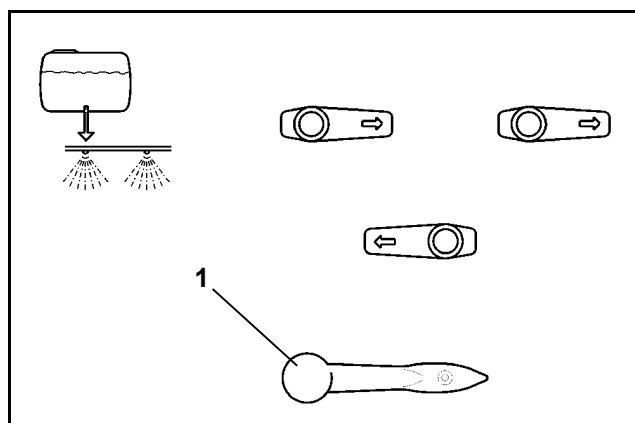

Fig. 7.20
- Poignée (7.20/1) en position "pulvérisation" comme illustré sur la fig. 7.20.